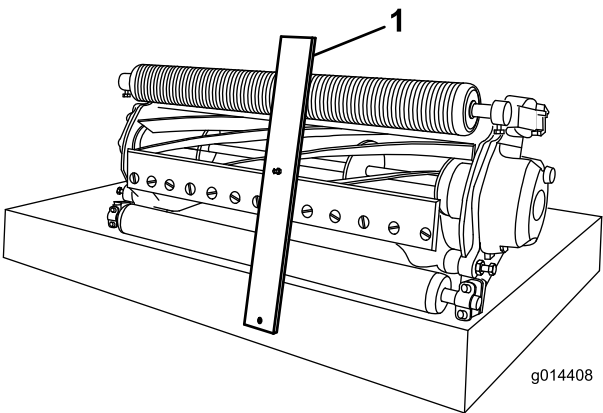

Figure 10
- 3. Accrochez la tête du boulon sur le bord tranchant de la contre-lame et appuyez l'arrière du gabarit contre l'arrière du rouleau (Figure 10).